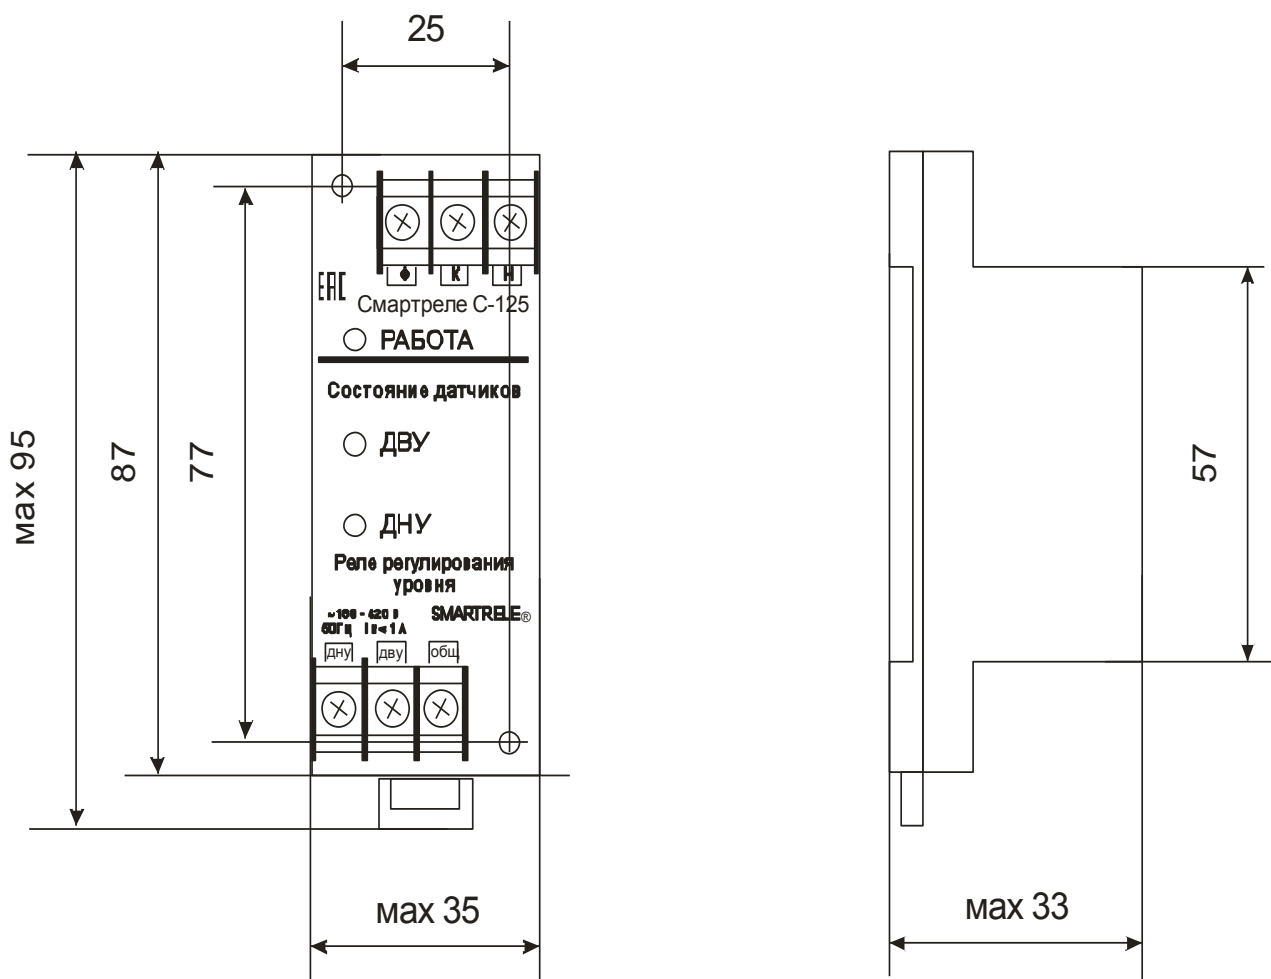

Рисунок 1 - внешний вид реле СМАРТРЕЛЕ С-125
5.1 Внешний вид реле, габаритные и установочные размеры показаны на рис.1. Схема подключения реле в систему управления электродвигателя насоса показана на рис.2.